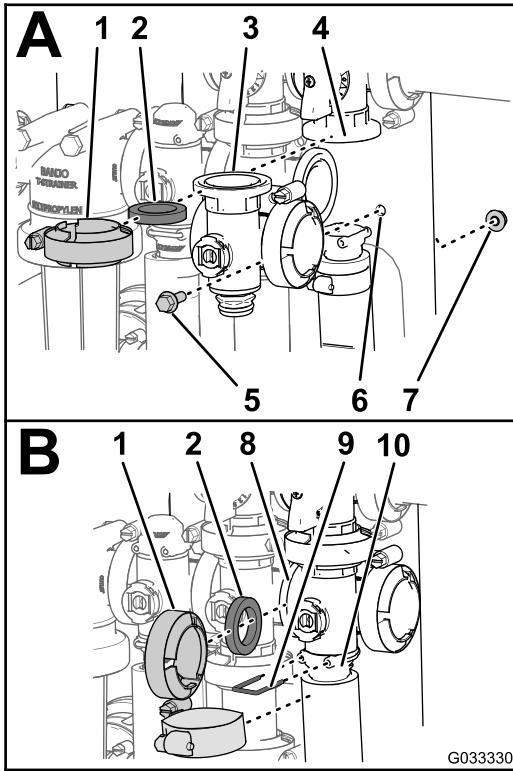

Рисунок 83
1. Совместите фланец коллектора главного клапана секций, 1 прокладку и фланец главного клапана перепуска секций (Рисунок 83А).
2. Смонтируйте коллектор главного клапана секций, прокладку и главный клапан перепуска секций с помощью хомута, затянув его от руки (Рисунок 83А).
3. Совместите фланец коллектора главного клапана секций, прокладку и коллектор клапана перемешивания (Рисунок 83В).
4. Смонтируйте коллектор главного клапана секций, прокладку и коллектор клапана перемешивания с помощью хомута, затянув его от руки (Рисунок 83В).
5. Совместите фланец коллектора главного клапана секций и прокладку с корпусом главного клапана секций (Рисунок 83В).
6. Смонтируйте коллектор главного клапана секций и гнездо с помощью хомута, затянув его от руки (Рисунок 83В).
7. Прикрепите штуцер торцевой крышки к выпускному штуцеру, вставив держатель в выпускной штуцер (Рисунок 83В).